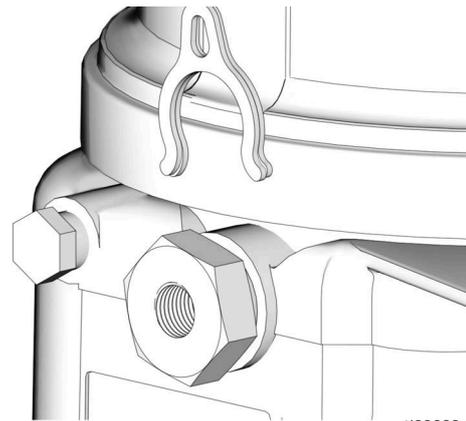

FIG. 11
Il controllo del volume della pompa è impostato senza l'uso di alcun distanziatore (0) oppure utilizzando 1 o 2 distanziatori (FIG. 11).